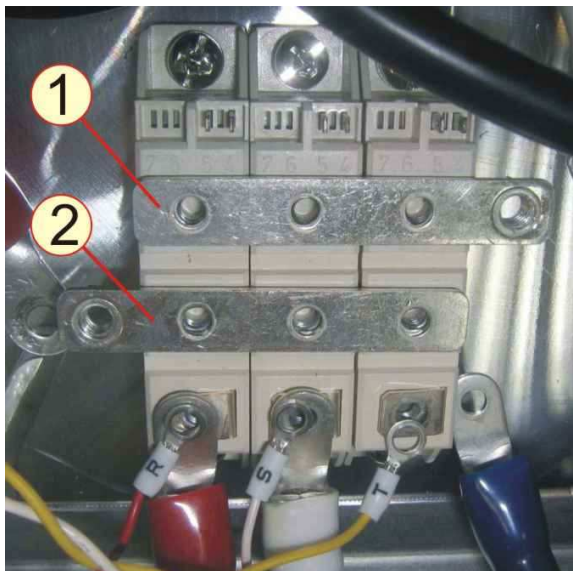

Рисунок 6.33
6.11.7 Снять шины 1 и 2 (рисунок 6.33) и положить в тару.